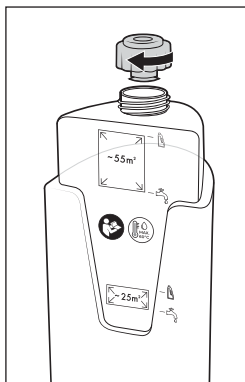

Afb. 8
- ♦ Vul het schoonwaterreservoir **11** voor kleine oppervlakken  (tot 25 m²) tot de eerste peilstreep  met leidingwater of gedestilleerd water (zie afb. 8).
- ♦ Voeg aan het water in het schoonwaterreservoir **11** voor kleine oppervlakken  (tot 25 m²) tot de tweede peilstreep  schoonmaakmiddel toe (zie afb. 8).